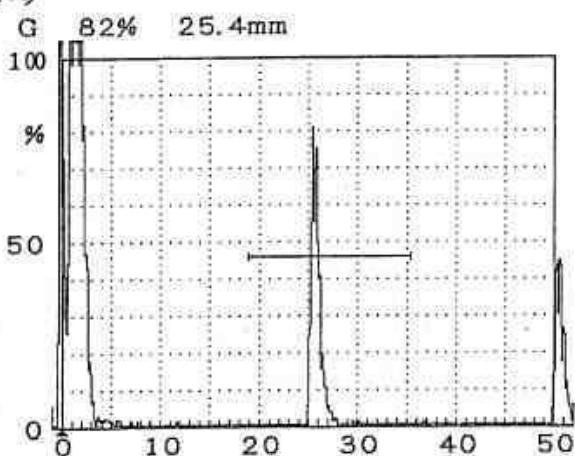

図 6.2.21 印刷様式の例 (探傷報告様式 1)
- (2) 探傷報告様式 (1) : 探傷图形又は周波数分析結果と、日付、UI-23 の製造番号、探触子、試験者、試験体及び詳細な探傷条件を、図 6.2.21 に示したように A4 サイ